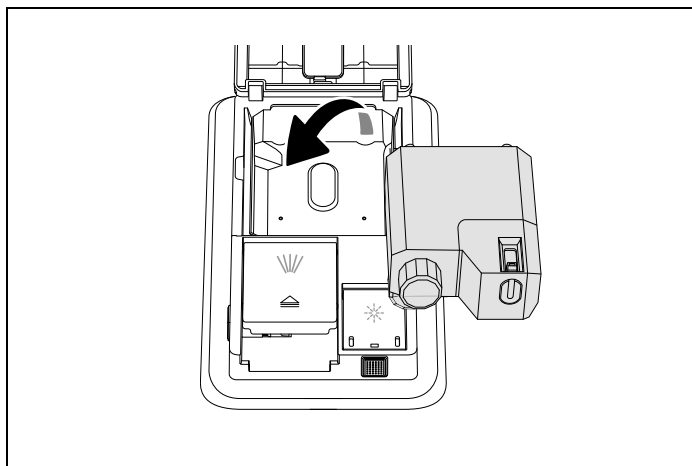

Fig. 69
- Installera påfyllningsflaskan eller en ny flaska enligt Fig. 69.